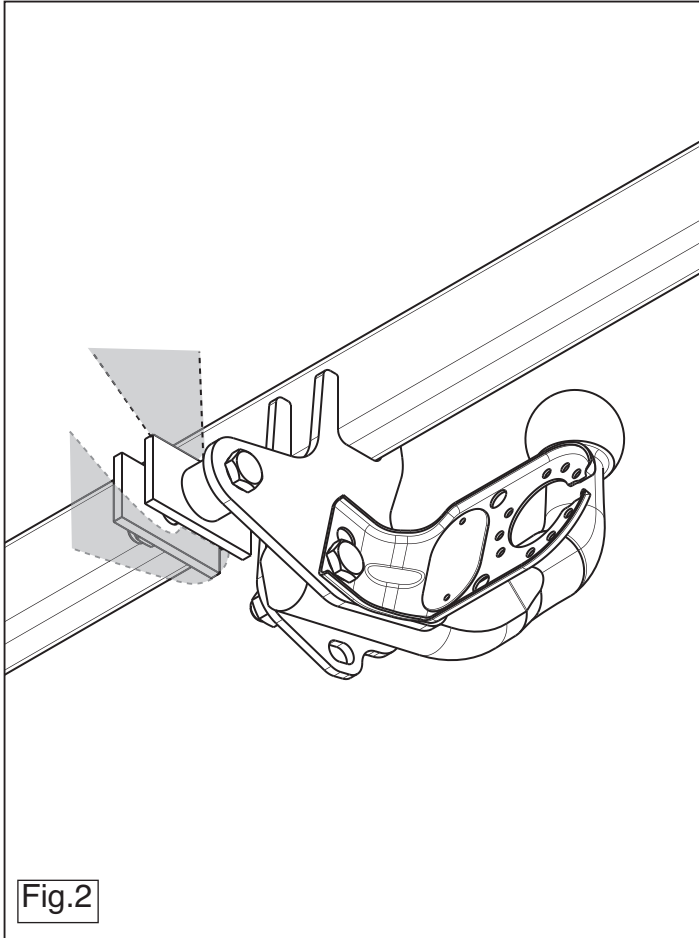

Fig.2
5. Прикрепить поперечный брус в середине к буксировочному уху (рис. 2).